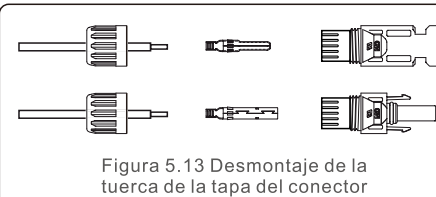

Figura 5.13 Desmontaje de la tuerca de la tapa del conector
1. Pele el cable de CC unos 7 mm y desmonte la tuerca de la tapa del conector. (ver Figura 5.13)